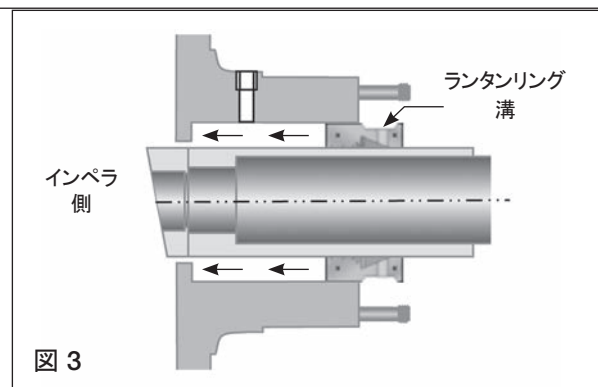

図 3
3. SpiralTrac装置をスタッフィングボックスの底に届くまで均一に押し込みます (図3)。